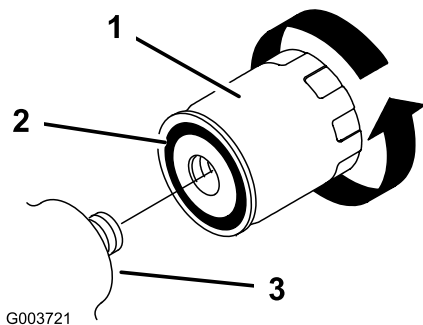

Figura 41
5. Togliete il filtro usato (Figura 41) e pulite la superficie dell'adattatore del filtro.
6. Spalmate un velo di fluido idraulico sulla guarnizione di gomma del filtro di ricambio (Figura 41).
7. Montate il filtro idraulico di ricambio sull'adattatore del filtro (Figura 41). Girate il filtro in senso orario finché la guarnizione di gomma non tocca l'adattatore, quindi serrate il filtro di un altro 1/2 di giro.